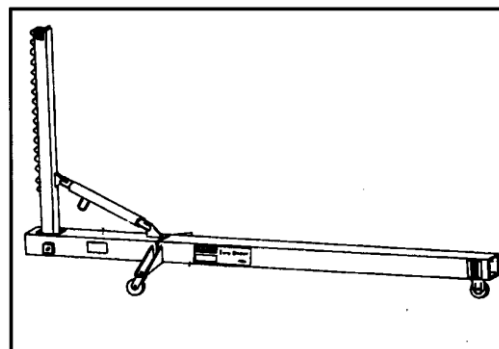

Рис. 2
6. Для установки силового цилиндра (32), прикрепите его вертикальному поворотному рычагу и раме при помощи креплений (10) и стопорных колец (9). (Рис. 2)
* Установите предохранительную опору (21) (рис. 2) под автомобиль соединенную с поперечной трубой (3), проходящей через отверстия зажимов.